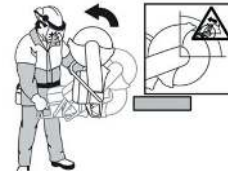

Рис. 34
**Отдача** — это внезапное движение вверх, которое может произойти, если лезвие защемлено или застопорилось в зоне отдачи. Большинство откатов невелики и не представляют большой опасности. Однако отдача также может быть очень сильной (рис. 34).